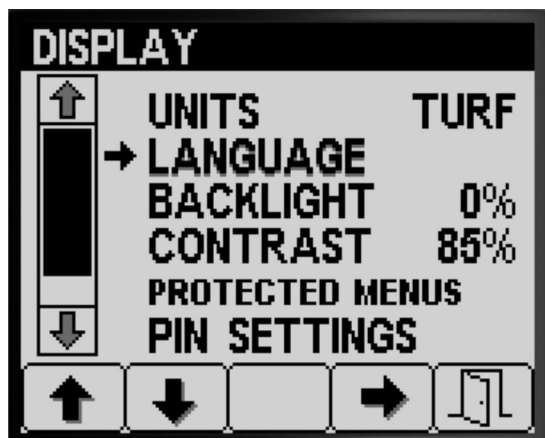

Figura 18
1. Premete il pulsante 1 o 2 per navigare fino all'opzione LINGUA (Figura 18).
2. Premete il pulsante 4 per selezionare la voce LINGUA (Figura 18).